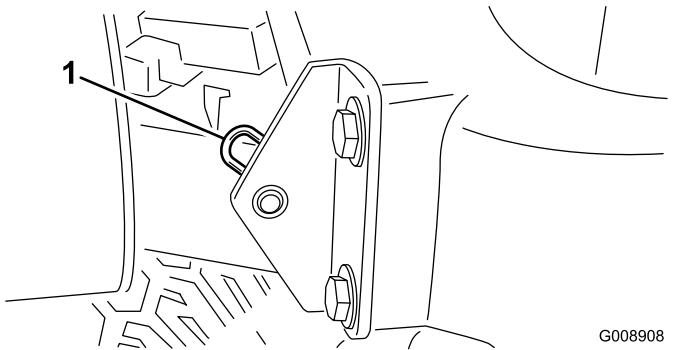

Figura 46
2. Togliete la coppiglia che fissa il perno del cofano alle staffe di montaggio (Figura 46).